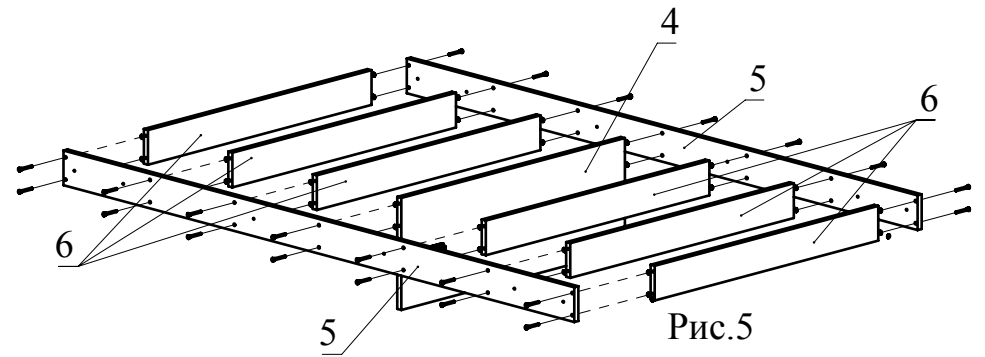

Рис.5
6. Соедините детали 4, 6 с деталями 5 с помощью конфирматов согласно схеме (Рис. 5).